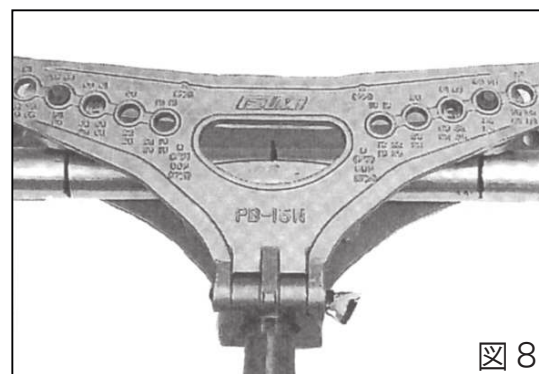

図8
- ②曲げたい所をベンディングシューの中心に合わせ加圧します。(図8)